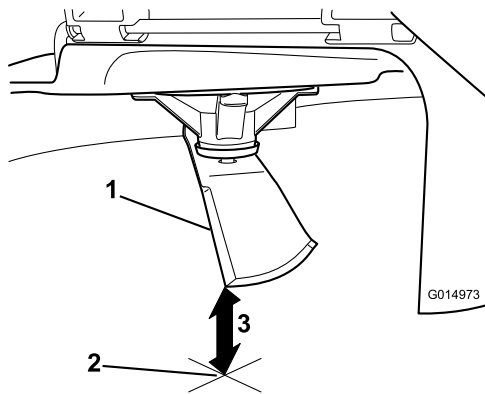

Figura 49
3. Mida desde la punta de la cuchilla hasta la superficie plana (Figura 49).